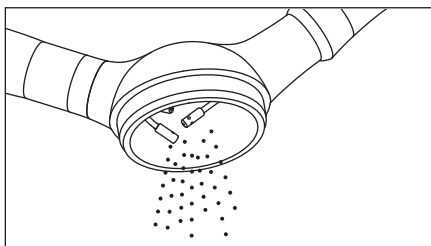

図 11
- 1) パウダーケースキャップを開け、残ったパウダーを取り除きます（図11）。